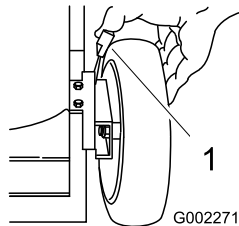

Figura 25
1. Tire de la palanca de ajuste de la altura de la rueda hacia la rueda (Figura 25) y muévala a la posición deseada.